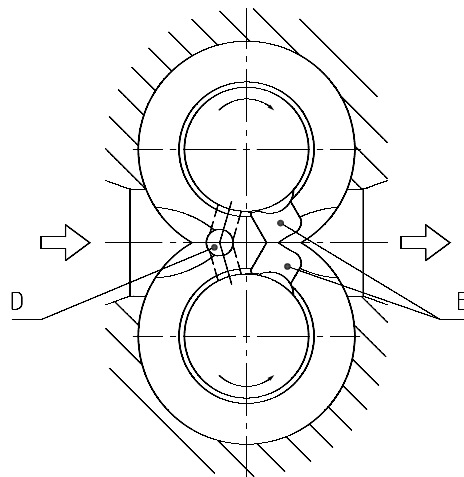

Рисунок 3.5 Стандартное применение, отверстие для отведения расплава D на стороне подачи, смазочные пазы E на стороне выхода
– **для обычных применений:** идущее по оси через подшипник отверстие для отведения расплава D (рисунок 3.5) на стороне подачи